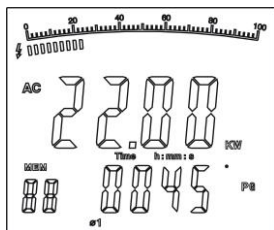

Figure 7
1. Pressez **SEL** pour sélectionner la première phase Ø1 (figure 7). Le double afficheur indique la valeur de puissance active en kW et la valeur PG ($\cos\Phi$) de la seconde phase 1.